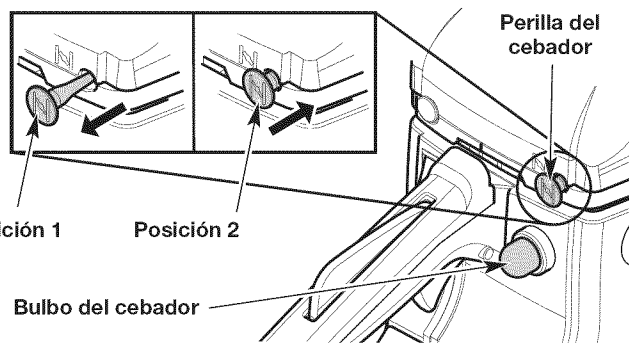

Fig. 4
6. Oprima y suelte despacio la pera del cebador **10 veces** (Fig. 4). Si no se ve combustible en la pera del cebador, oprima y suelte la pera hasta que se vea el combustible.
7. Tire de la perilla del cebador hacia afuera hasta la **Posición 1** (Fig. 4).
11. **NO** toque el control del acelerador. Empuje la perilla del cebador hacia adentro hasta la **Posición 2** (Fig. 4).